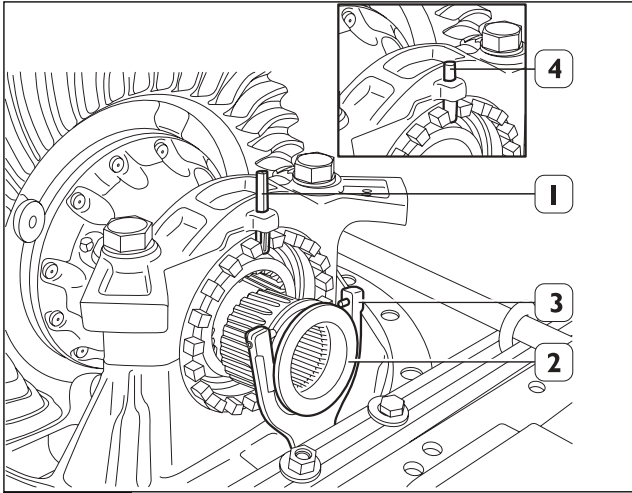
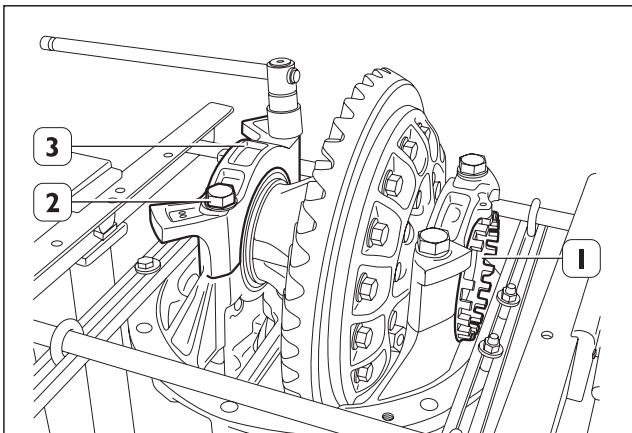

Fig. 12
Fig. 13
8. Quitar la clavija del lado opuesto del manguito. (Fig. 12)
9. Desenroscar los anillos (1) de ajuste del rodamiento
10. Con la llave adecuada desenroscar y quitar los tornillos (2) con sus arandelas, repetir la misma operación por el lado opuesto
11. Quitar los sombreretes (3) de los rodamientos de soporte. (Fig. 13)